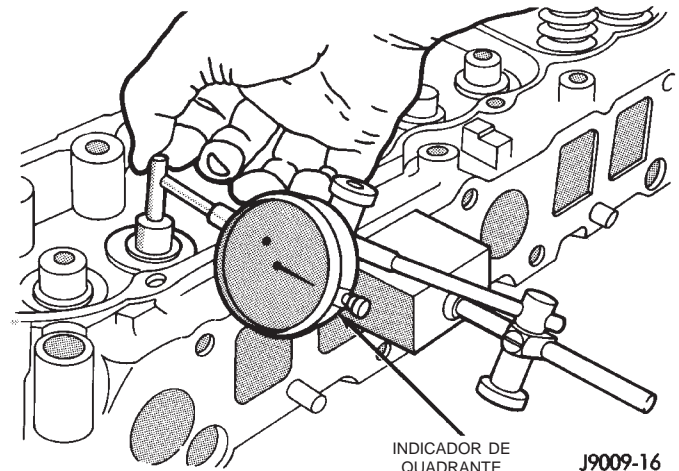

Fig. 71 Medição do Movimento Lateral da Espiga Cilíndrica da Válvula
(1) Use um indicador de quadrante para medir o movimento lateral da espiga cilíndrica da válvula (folga da espiga cilíndrica à guia). Isto deve ser feito com a válvula instalada em sua guia e fora da sede de válvula (Fig. 71).
(2) A folga correta é 0,025-0,0762 mm (0,001-0,003 pol.). Se o movimento indicado exceder a especificação, alargue a guia da válvula para acomodar uma espiga cilíndrica da válvula de tamanho grande.